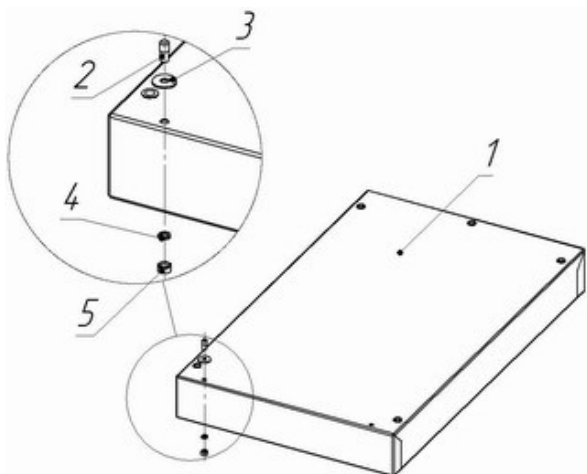

Рис.1
4.2 **Порядок сборки односекционного шкафа.** Прикрепите к основанию 1 и крыше 6 шкафа оси поз.2 гайками 5 с шайбой 3 и шайбой Гровера 4, в зависимости от выбранного направления открывания двери: слева или справа (рис. 1, 2).